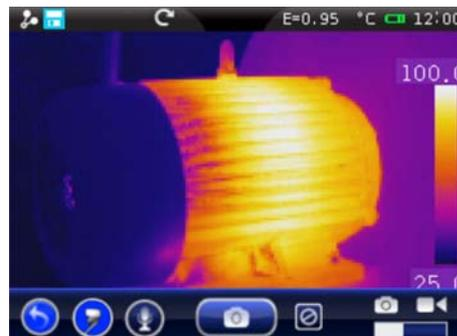

Abb. 62: Beenden einer Sprachaufzeichnung
6. Berühren Sie das Symbol “” zum Beenden der Aufzeichnung. Die folgende Bildschirmseite erscheint im Display (siehe Abb. 62 – linke Seite):
7. Berühren Sie das Symbol “” zum Speichern der Sprachaufzeichnung, die mit dem abgespeicherten Bild assoziiert ist, oder die Taste “” zum Verlassen der Funktion ohne Abspeicherung. Das Gerät zeigt die Bildschirmseite von Abb. 62 – linke Seite und ist fertig für eine neue Abspeicherung eines Bildes.